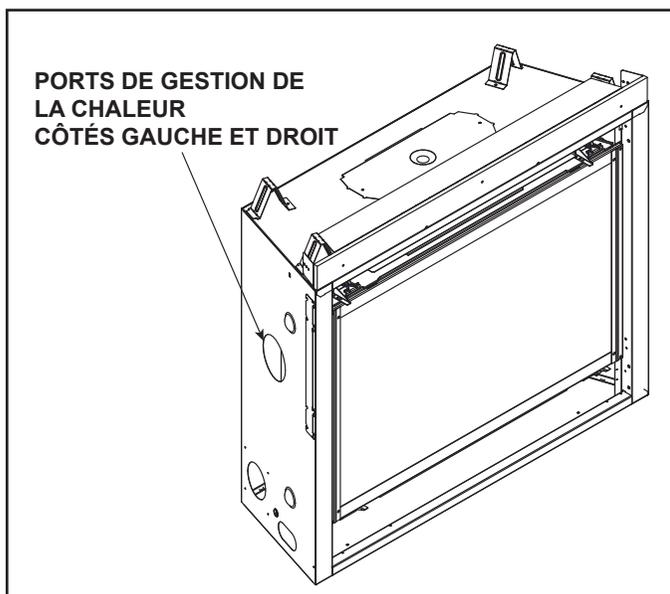

Figure 6.17 Emplacements des alvéoles défonçables de la gestion de la chaleur
- Localisez les orifices d'accès du système de gestion de la chaleur à gauche et à droite de l'appareil. Un ou deux Heat-Zones® ou un ensemble Heat-Out-Gaz peuvent être installés. Voir la figure 6.17. Retirez les alvéoles défonçables de l'appareil à l'aide de cisailles de ferblantier.